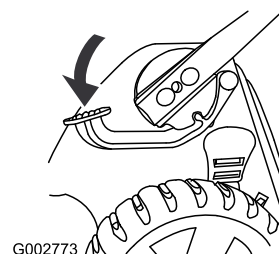

Figure 51
1. Appuyez sur la pédale et maintenez-la enfoncée (Figure 51).